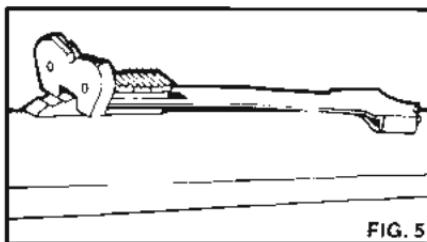

FIG. 5
**SIGHT ADJUSTMENTS** — Your fire-arm can be adjusted to shoot higher by moving the rear sight elevator backward by one or more notches. In order to shoot lower, the elevator can be moved forward (Figure 5).
**REGLAGE DU GUIDON** — Votre arme peut être réglé pour tirer plus haut en reculant la crémallière d'une ou plusieurs encoches. Pour tirer plus bas, pousser la crémallière vers l'avant (Fig. 5).
**VISIERJUSTIERUNG** — Um bei die Waffe den Visierpunkt höher zu legen, schiebt man den Kimmenraster ein oder zwei Stufen nach hinten. Um den Punkt liefer zu legen, wird der Raster nach vorn geschoben (Abb. 5). Um den Zielpunkt nach rechts zu versetzen, klopft man das Kimmenblatt am Laufnut vorsichtig nach rechts. Umgekehrt verfährt man, wenn man den Zielpunkt nach links verlegen will. Si können auch noch eine Erhöhungseinstellung machen, wenn Sie zwei (2) kleinen Schrauben lös machen, die das Kimmenblatt zu der Grundfläche befestigen. Schieben Sie das Kimmenblatt nach oben oder nach unten, und machen Sie dann die Schrauben fest. Um die Kimme nicht zu beschädigen, sollte man hierzu einen Hammer aus Kupfer oder Plastik benutzen.
**AJUSTAMIENTO DE LAS MIRAS** — Su arma puede ajustarse para disparar mas arriba, si se mueve la mira trasera del elevador hacia atrás, una o dos ranuras. Para disparar mas bajo, el elevador se puede mover hacia adelante (Fig. 5). Si se mueve ligeramente la chapa de la mira trasera (cuando esta está fijada al cañón) hacia la derecha, su arma disparará más hacia la derecha. Ajustes hacia la izquierda pueden hacerse moviendo ligeramente la chapa hacia la izquierda. Si es necesario, puede hacer un ajuste de elevación adicional desenroscando las dos (2) roscas que aseguran la hoja de la mira trasera. Mueva la hoja hacia arriba o abajo y atornille las roscas.